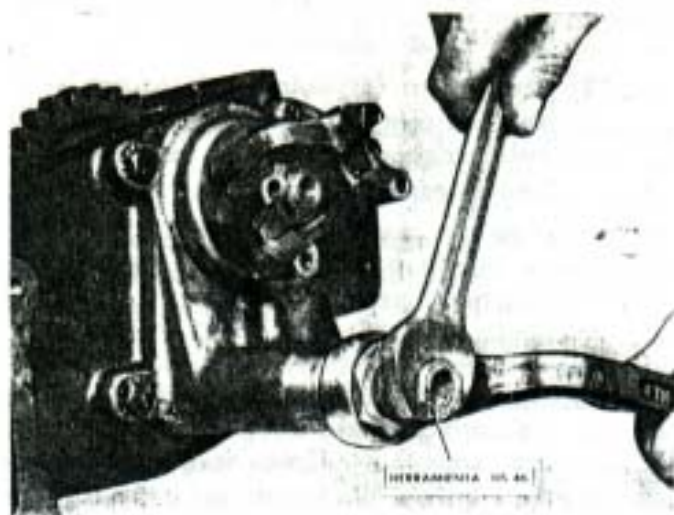

Fig. 290. - Extrayendo el reten de aceite de las barras de cambio con la herramienta HS-46.
- 9) Usando la herramienta HS-46, desmontar los retenes de las barras de cambio (Fig. 290).